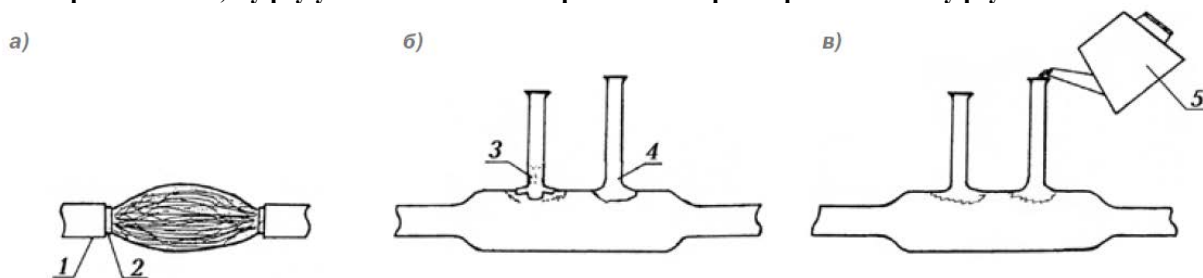

Рис. 3. Монтаж ГНМ на кабелях ТГ и ТБ:
15. Патрубки из комплекта подготавливают к установке на муфту. Один из патрубков обрезают так, чтобы он был на 100-150 мм короче другого. Патрубки зачищают с одной стороны на участках длиной 50-70 мм и разрезают конец каждого патрубка на несколько лепестков (рис. 3, б). Противоположные
Горячая кабельная масса заливается из чайника в более длинный патрубок до появления её во втором патрубке (рис. 3, в).